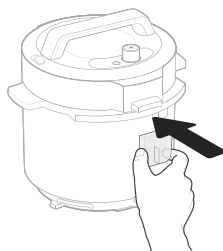

Abbildung 10.6
- 3. Kondenswassersammelbehälter austauschen. **[Abbildung 10.6]**